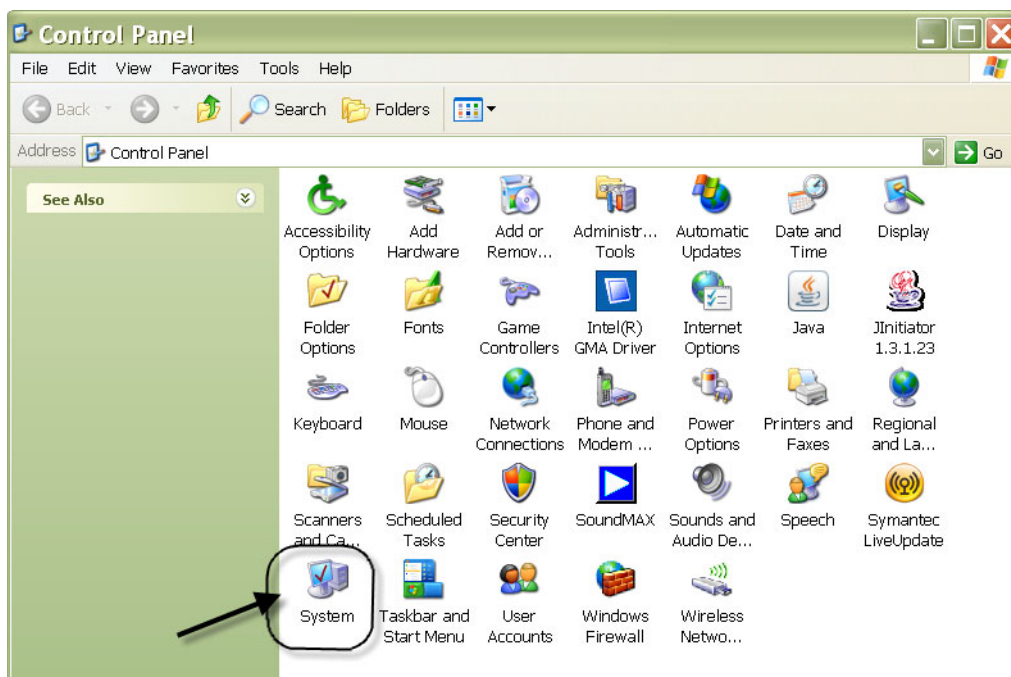

FIG. 120
2. El Panel de control se muestra en FIG. 120.